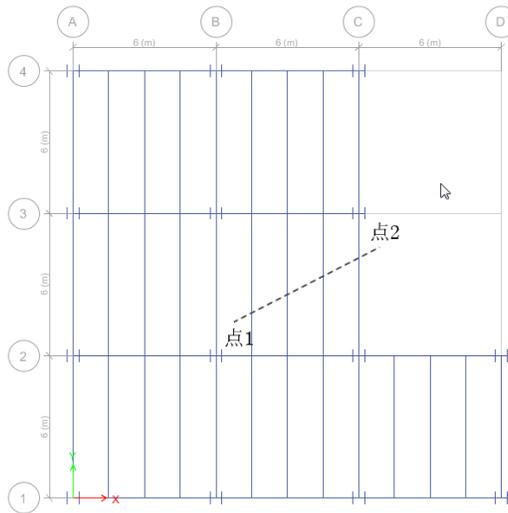

图 3-23 相交线选择
3. 移动鼠标到轴线 2、3 之间轴线 C 的右侧后，再次单击，如图 3-23 所示。